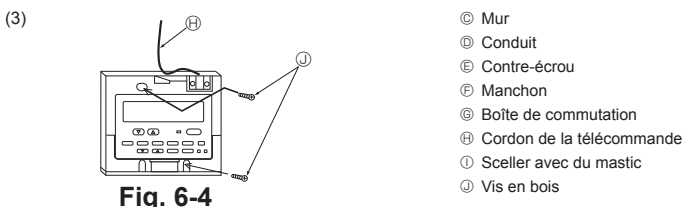

Fig. 6-4
(3) Pour l'installer directement au mur (Fig. 6-4)